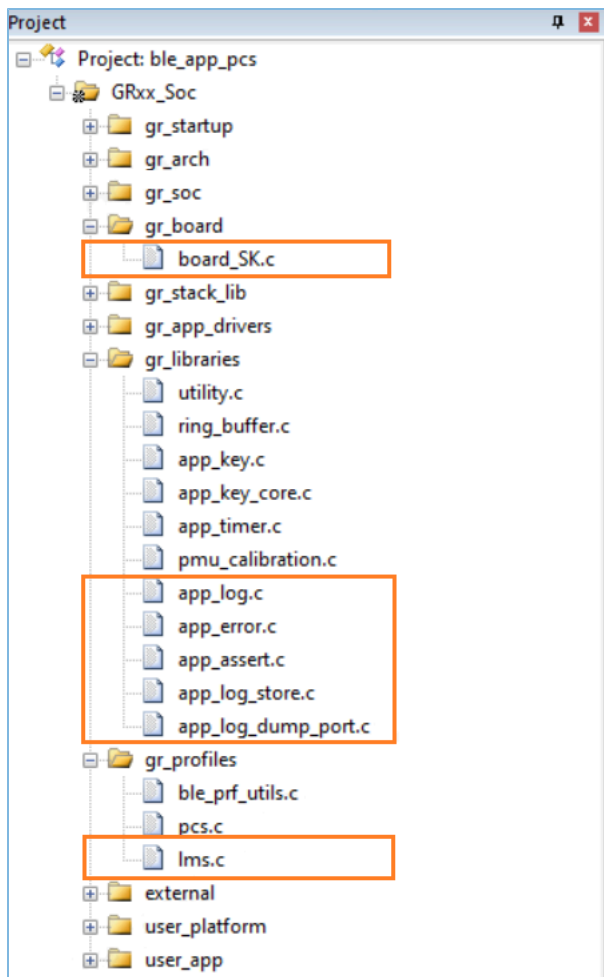

图 3-1 在工程中添加源文件
- (1) 选中GRxx_Soc点击鼠标右键，选择“Add Group”，更名为gr_board，然后选中gr_board目录点击鼠标右键，选择“Add Existing Files to Group ‘gr_board’”并添加SDK_Folder\platform\boards\board_SK.c文件。
- (2) 选中gr_libraries目录点击鼠标右键，选择“Add Existing Files to Group ‘gr_libraries’”，将使用到的app_error.c、app_assert.c、app_log.c、app_log_store.c以及app_log_dump_port.c文件手动添加至gr_libraries目录下，如图 3-1所示。